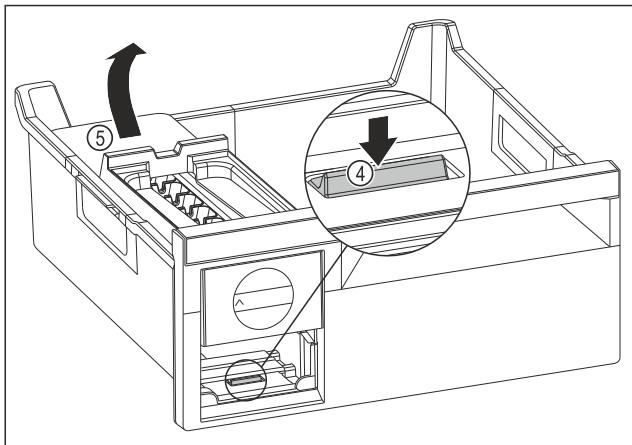

Fig. 74
- Извлеките корпус EasyTwist-Ice: Надавите пальцем вниз на накладку Fig. 74 (4) и одновременно другой рукой поднимите корпус EasyTwist-Ice Fig. 74 (5) сзади.